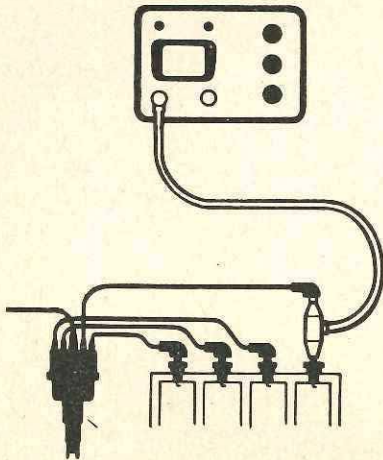

Bild 92 Der Synchronanschluß eines Bosch-Zündoszillographen
**Zum Steuern der waagrechten Impulse** – auch horizontale Ablenkung genannt – wird an einer Zündkerze, meist der des ersten Zylinders, ein Impulsgeber angeschlossen (Bild 92).